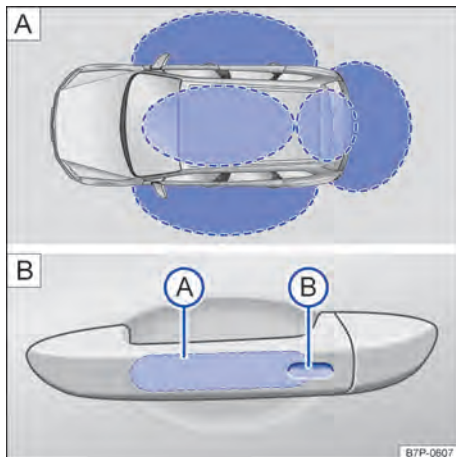

Fig. 71 Sistema de travamento e de partida Keyless Access sem chave: **A** áreas de aproximação. **B** Superfícies do sensor do travamento central.
Keyless Access é um sistema de travamento e de partida sem chave, com o qual o veículo pode ser destravado ou travado sem o uso efetivo da chave do veículo. Para isso, é preciso haver uma chave do veículo válida na área de aproximação do veículo → Fig. 71 **A**. Ao tocar as superfícies do sensor nas maçanetas das portas dianteiras ou ao tocar o botão na tampa do compartimento de bagagem → Página 111, o veículo ou a tampa do compartimento de bagagem destrava ou trava → .
Se uma chave do veículo válida se encontrar na área de aproximação → Fig. 71 **A**, o sistema de travamento e de partida Keyless Access sem chave concede a ela uma permissão de acesso. Em seguida, são possíveis as seguintes funções sem o uso efetivo da chave do veículo: ▶
- *Easy Open*: abrir a tampa do compartimento de bagagem com um movimento do pé embaixo do para-choque traseiro → Fig. 71 B.
- Tocar a superfície do sensor → Fig. 71 B na parte interna da maçaneta da porta do condutor ou do passageiro dianteiro.
Quando o veículo está travado e uma chave do veículo válida se encontra na área de aproximação → Fig. 71 A da tampa do compartimento de bagagem, esta destrava automaticamente ao ser aberta através do botão da maçaneta.
Para o **fechamento de conforto** de todos os vidros elétricos e do teto de vidro, manter o dedo por alguns segundos na superfície do sensor → Fig. 71 da maçaneta da porta do condutor ou do passageiro dianteiro, até que os vidros e o teto de vidro estejam fechados.